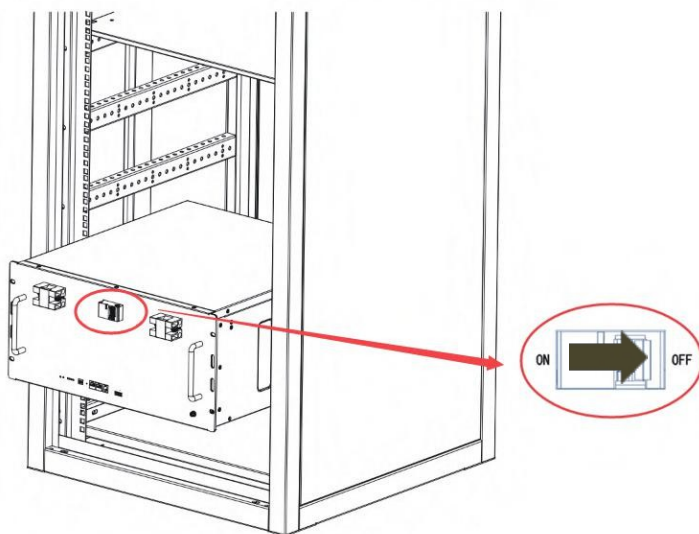

Figura 6-1 Assicurarsi che la batteria sia in stato di spento
- 1 Assicurarsi che la batteria sia in stato di riposo. Come mostrato nella Figura 6-1.